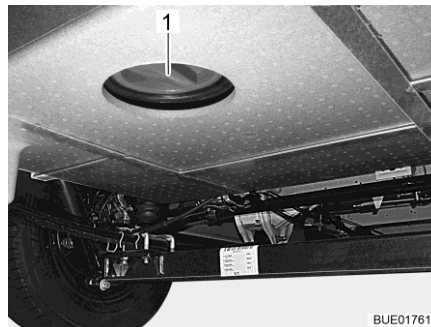

Fig. 279 Ouverture de nettoyage (réservoir d'eaux usées)
- Ouvrir l'ouverture de nettoyage (Fig. 279,1) du réservoir d'eaux usées et le robinet de vidange.